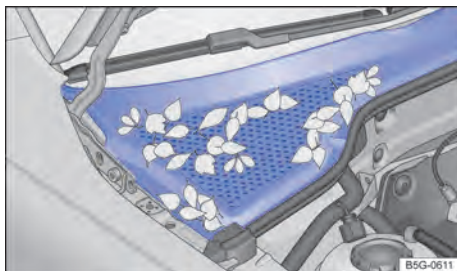

Fig. 171 Entre el compartimento del motor y el parabrisas: caja de agua (representación esquemática).
- La caja de aguas está ubicada en el vano motor, entre el parabrisas y el motor, y bajo una cubierta perforada → fig. 171. El aire ambiente es aspirado de la caja de aguas al interior del vehículo por medio del sistema de calefacción y ventilación o del aire acondicionado.